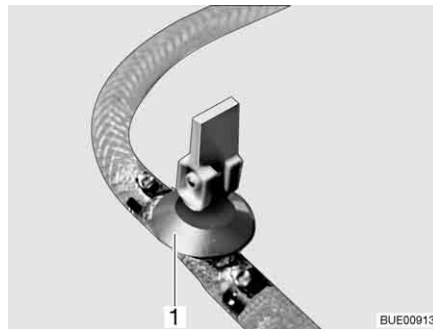
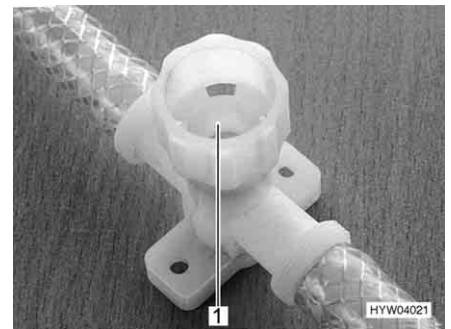

Bild 250 Avtappningskran (med vipparm)
Bild 251 Avtappningskran (med vred)
- Öppna alla avtappningskranar. Ställ för detta avtappningskranens vipparm (Bild 250, 1) lodrätt eller vrid avtappningskranens kran (Bild 251, 1) moturs.